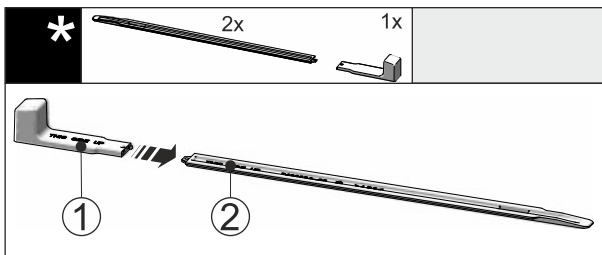

Fig. 49
- ▶ Вставте монтажну ручку Fig. 49 (1) на вирівнювальну рейку Fig. 49 (2).